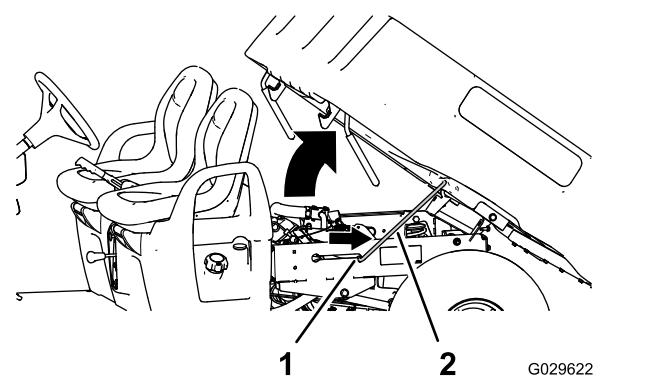

Figure 15
2. Engagez la béquille dans le cran de verrouillage pour bloquer le plateau en position (Figure 15).
2. Tirez la béquille hors de la fente de verrouillage (Figure 15).
3. Abaissez le plateau jusqu'à ce qu'il se verrouille fermement en place (Figure 15).